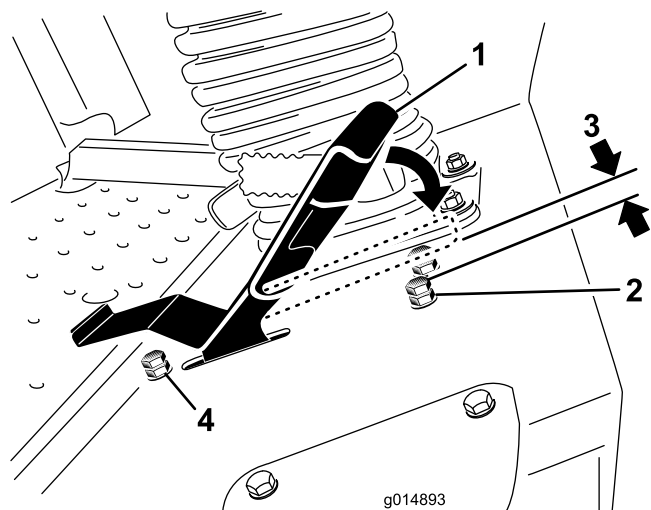

図 48
3. 走行ペダルのストップボルトについているジャムナットをゆるめる(図 48)。